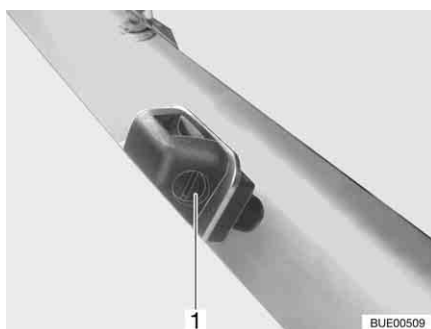

Bild 44 Spolarmunstycke
- Vrid ställskruvan (Bild 44,1) med en lämplig skruvmejsel tills önskat läge nås.